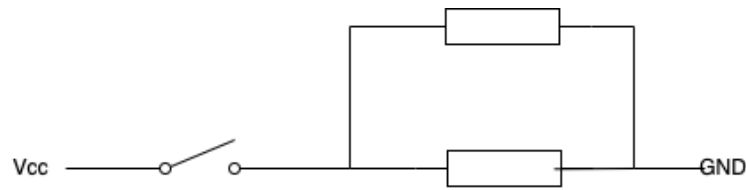

図 3：プルダウン抵抗を用いた回路
- ② プルダウン抵抗とは何もない時にダウン（OFF）の状態にする回路のこと。プルダウン抵抗を使った回路を図3に示す。